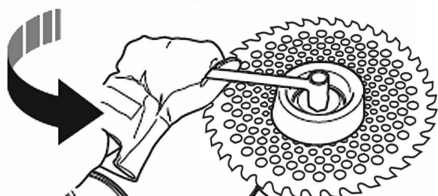

Рис. 4 Затягивание гайки
6. Удерживая стопором защитную шайбу редуктора, затяните гайку против часовой стрелки (Рис. 4).